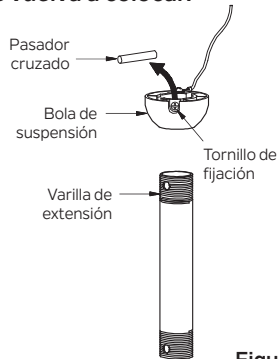

Figura 9
**Paso 6.** Retire la bola de suspensión del conjunto de la varilla de extensión aflojando el tornillo de fijación, desatornillando y quitando el pasador transversal y desatornillando la bola para quitarla de la varilla. (Figura 9)